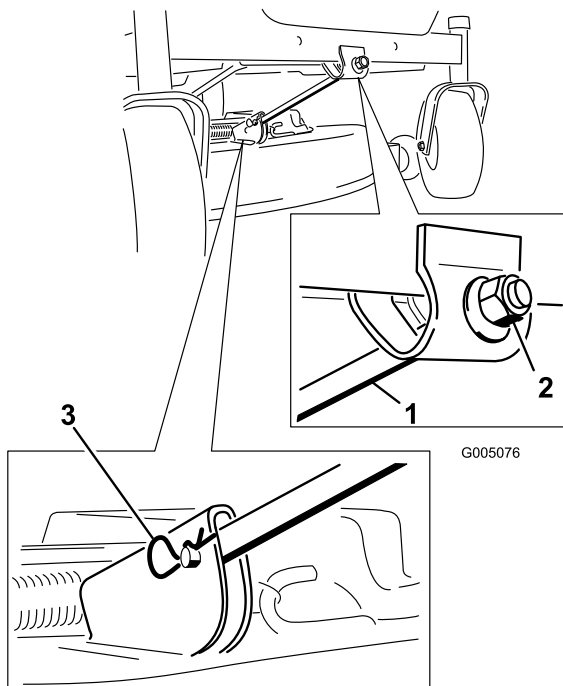

Bild 44
4. Entfernen Sie den Splint und den Lastösenbolzen von der vorderen Stützstange (Bild 44). Lassen Sie die Vorderseite des Mähwerks vorsichtig auf den Boden ab.
- Befestigen Sie die vordere Stützstange mit den Lastösenbolzen und Splints am Mähwerk (Bild 44).